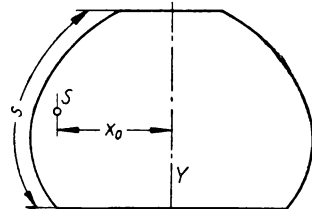

Bild 95
**Lösung: a)** Wenn eine Kurve von der Länge  $s$  um eine in ihrer Ebene liegende Achse  $Y$  kreist (Bild 95), so beschreibt sie eine **Umdrehungsfläche** (Rotationsfläche). Die Oberfläche derselben ist gleich der Länge  $s$  der erzeugenden Kurve mal Weg ihres Schwerpunkts: